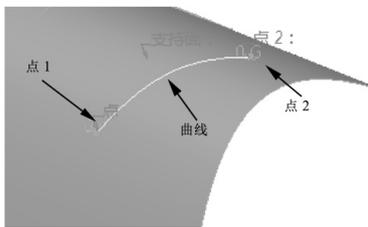

图 3-89
- 支持面：参考曲面。如果是在曲面上的 2 点之间创建直线，选择支持面后会创建曲线，如图 3-89 所示。